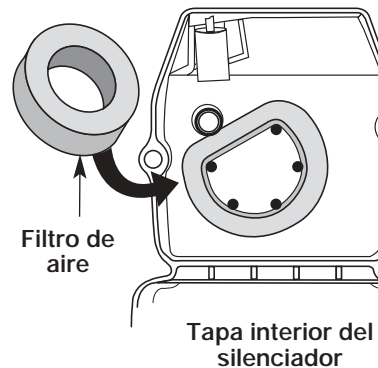

Figure 27
2. Gire la tapa y ubique el filtro de aire adentro. Saque el filtro de aire de adentro de la tapa del filtro de aire / silenciador (Fig. 27)
6. Cambie el filtro de aire dentro de la tapa del filtro de aire / silenciador (Fig. 27).
2. Inserte los cuatro (4) tornillos en los orificios de la cubierta del silenciador / filtro de aire (Fig. 27) y ajústelos. **No los ajuste demasiado.**